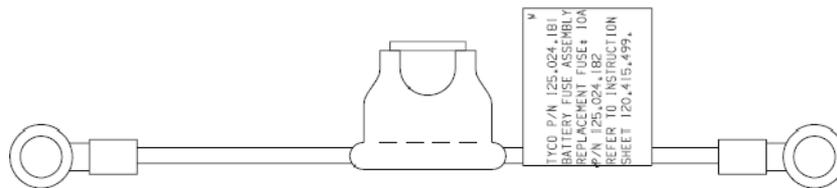

Fig. 13: Kit de fusibles en línea para batería
- 4 Localice el kit de fusibles en línea (consulte la Fig. 13). Retire el fusible del kit y guárdelo en un lugar seguro (se volverá a instalar más adelante, como parte del procedimiento de puesta en servicio). Conecte el resto de terminales de la batería utilizando el kit.
Para la ubicación de los bloques de terminales en el repetidor CUI, consulte los elementos 1 a 4 en la Fig. 13.
- 11 Ajuste la dirección y la velocidad de transmisión utilizando el conmutador DIP S1 del repetidor CUI. Ajuste la velocidad de transmisión siguiendo la Tabla 4. Realice el ajuste de dirección siguiendo la Tabla 3. Para la dirección, ponga el conmutador en APAGADO para el binario 0, o ENCENDIDO para el binario 1. El conmutador DIP S1 se encuentra en el lado superior izquierdo, consulte los elementos 1 a 4 en la Fig. 13. Puede utilizar un destornillador de pequeño tamaño para mover los conmutadores.